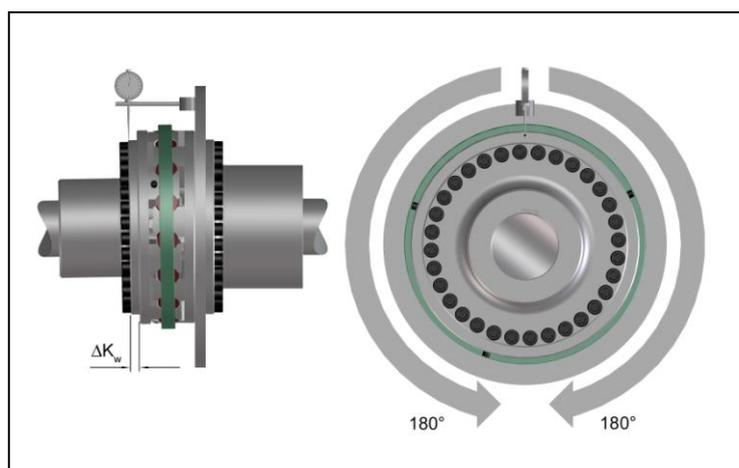

Bild 6
- Vermessen Sie stirnseitig eine ganze Umdrehung (360°) am äußeren Durchmesser. Ermitteln Sie dabei die größte Abweichung  $K_{w1}$  sowie die kleinste Abweichung  $K_{w2}$  (Bild 6).